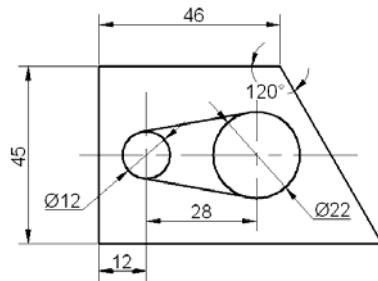

图 3.6.1 绘制图形
5. 使用“对象捕捉追踪”和“对象捕捉”功能，绘制图 3.6.1 所示的图形。